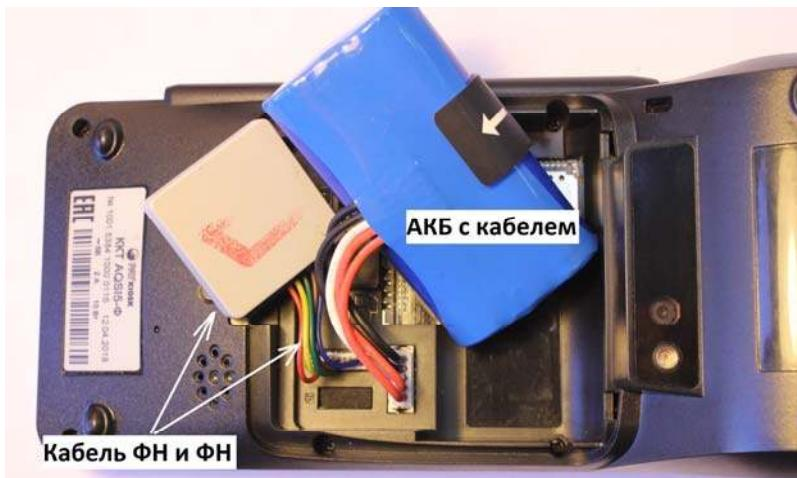

рис.2
2. Аккумулятор с кабелем; (см. рис.2)
3. Кабель ФН (фискального накопителя); (см. рис.2,3)
2. Извлечь АКБ с кабелем и Кабель ФН с ФН; (см. рис.2)